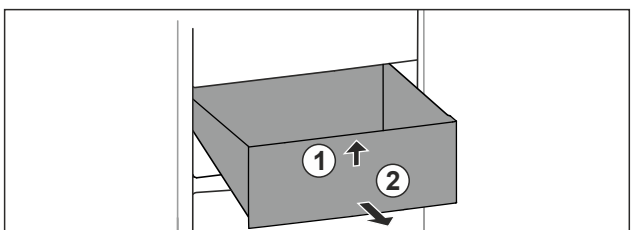

Fig. 93
- ▶ Підняти висувний ящик спереду. Fig. 93 (1)
- ▶ Вийняти висувний ящик рухом вперед. Fig. 93 (2)